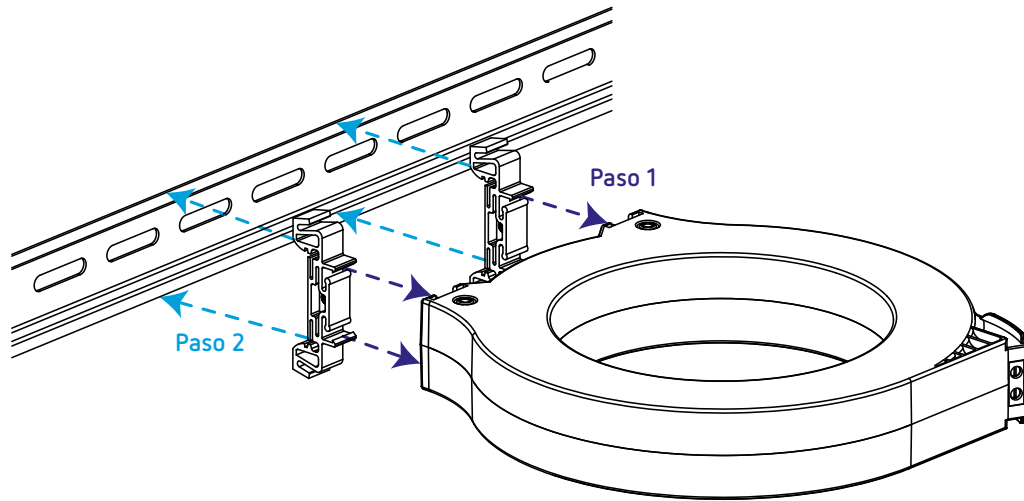

Figura 8: Instalación en carril DIN de un WGC.
1.- Instalar los soportes en el WGC, Paso 1 de la Figura 8.
2.- Instalar el WGC en el carril DIN, Paso 2 de la Figura 8.